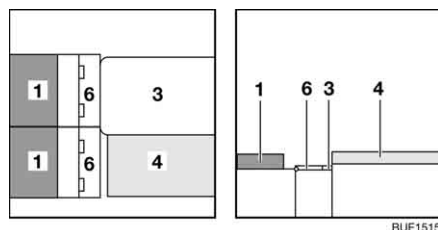

Fig. 139 Durante la trasformazione
- Aprire i due coperchi della cassapanca (Fig. 139,6) e posarli sul tavolo e sugli appoggi del sedile.
- Posizionare i cuscini dello schienale (Fig. 139,1) sulla cassapanca.